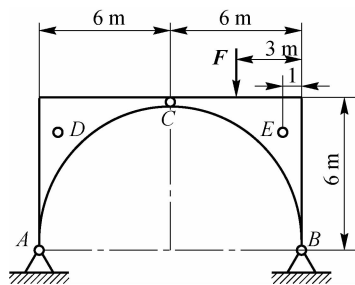

图 1-18
17. 三铰拱桥如图 1-18 所示, 左、右两段由铰链 C 连接, 又用铰链 A、B 与基础相连接。已知每段重 $G = 40$ kN, 重心分别在 D、E 处, 且桥面受一集中载荷 $F = 10$ kN。设各铰链都是光滑的, 试求平衡时各铰链上的力。